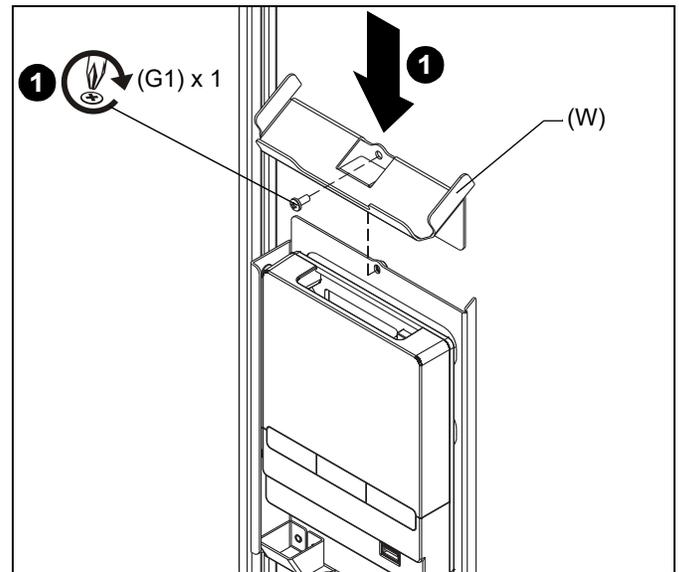

Figure 53
1. Installez le support de la télécommande (W) en haut du support du panneau de commande et fixez-le en utilisant une vis Phillips 8-32 x 3/8 po (G1). (Voir figure 53)